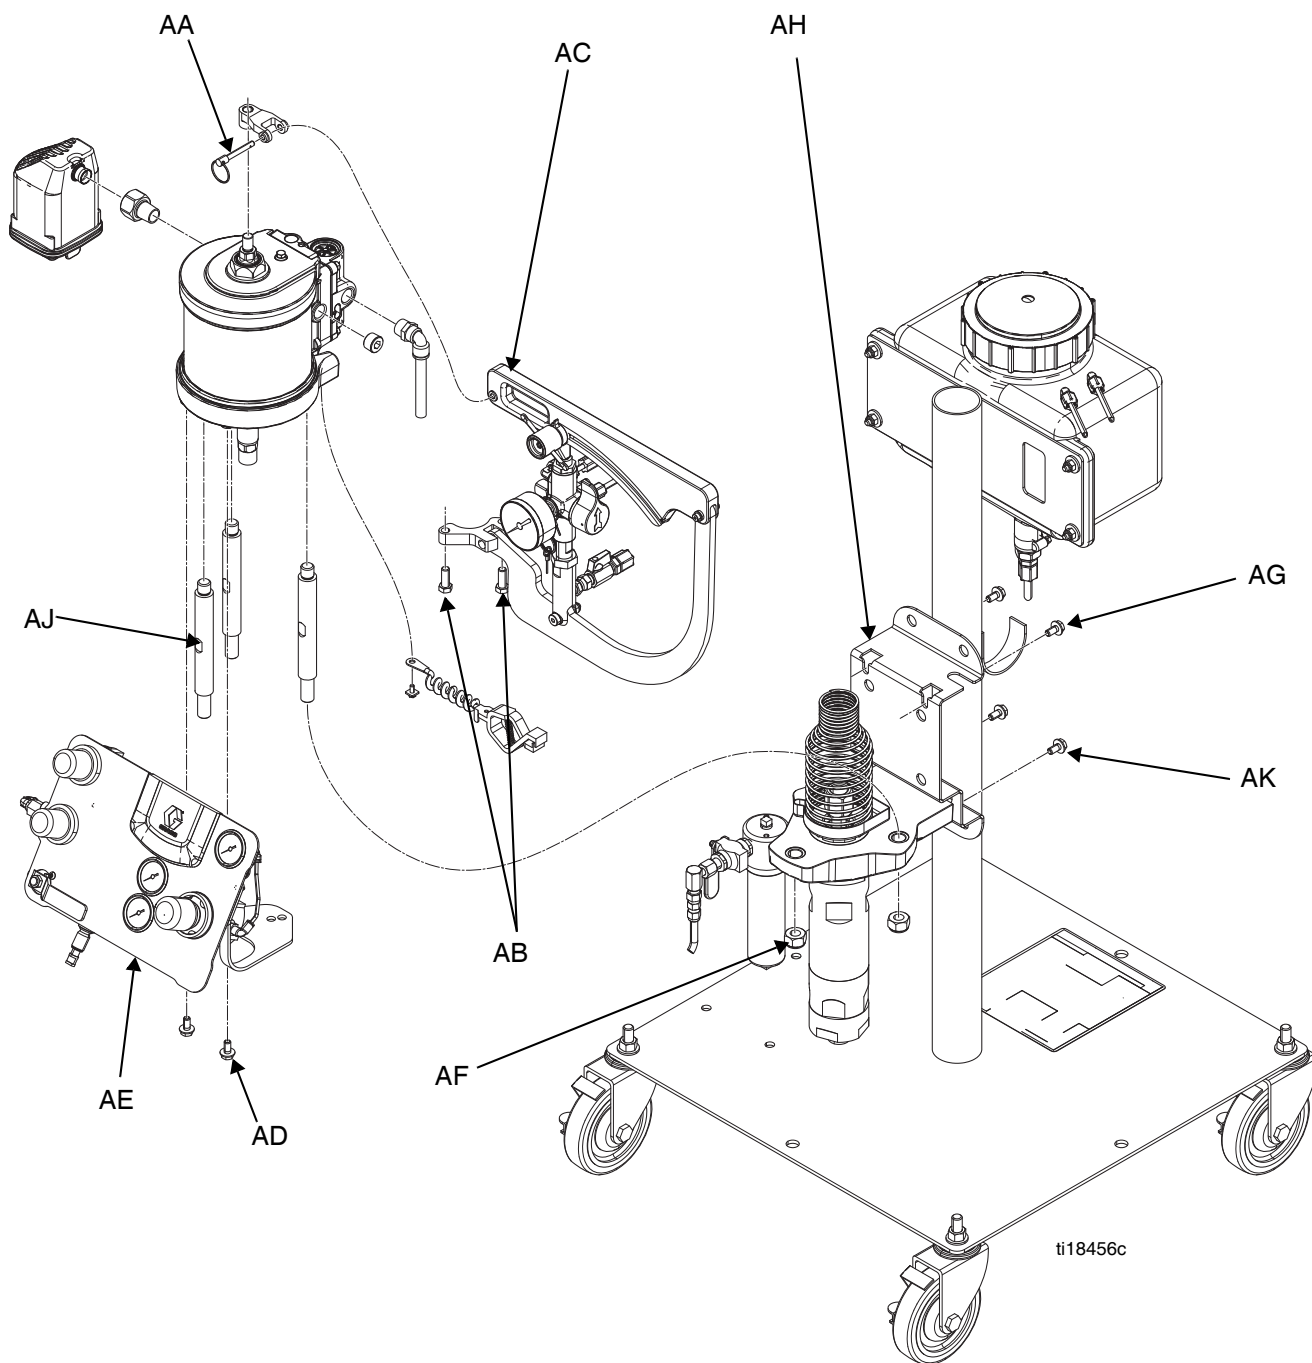

Рис. 36
Сведения о техническом обслуживании и деталях пневматического двигателя см. в руководстве 3A2315. См. раздел Рис. 36 на стр. 45.
См. раздел Рис. 36 на стр. 45.
3. Отсоедините главный воздухопровод от панели управления пневматической системой (AE).
4. Отсоедините детали от пневматического двигателя, см. Рис. 36 на стр. 45.
- b. Снимите верхний штифт (AA), соединяющий верхнее плечо насоса подачи катализатора с пневматическим двигателем. Затем снимите болты (AB), с помощью которых нижнее плечо насоса подачи катализатора крепится к пневматическому двигателю. Затем снимите насос подачи катализатора и узел рычагов управления (AC).
- c. Снимите два болта (AD), с помощью которых панель управления пневматической системой крепится к пневматическому двигателю, после чего снимите панель управления пневматической системой (AE).
7. С помощью торцового ключа ослабьте два винта (AG), посредством которых пневматический двигатель крепится к монтажному кронштейну (AH).
8. С помощью торцового ключа снимите два винта (AK), с помощью которых поршневой насос крепится к монтажному кронштейну.